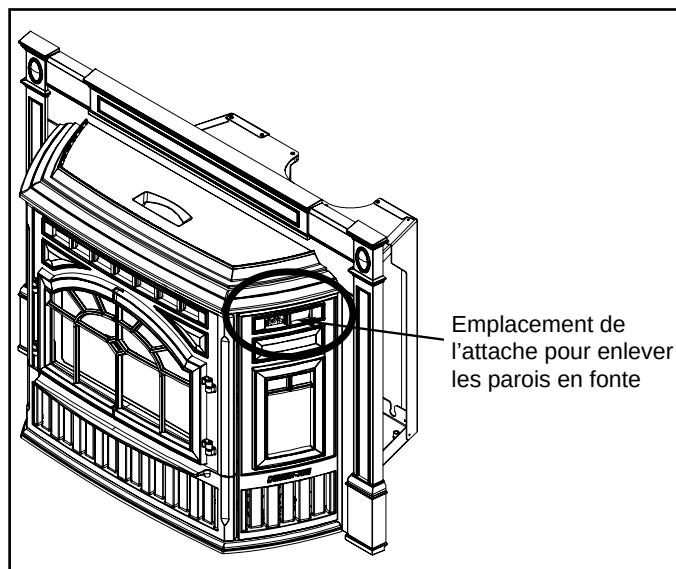

Figure 18.3 – Illustré avec le panneau en fonte installé
1. Une attache est installée au dos de la paroi en fonte, au milieu de son ouverture supérieure (**figure 18.3**).